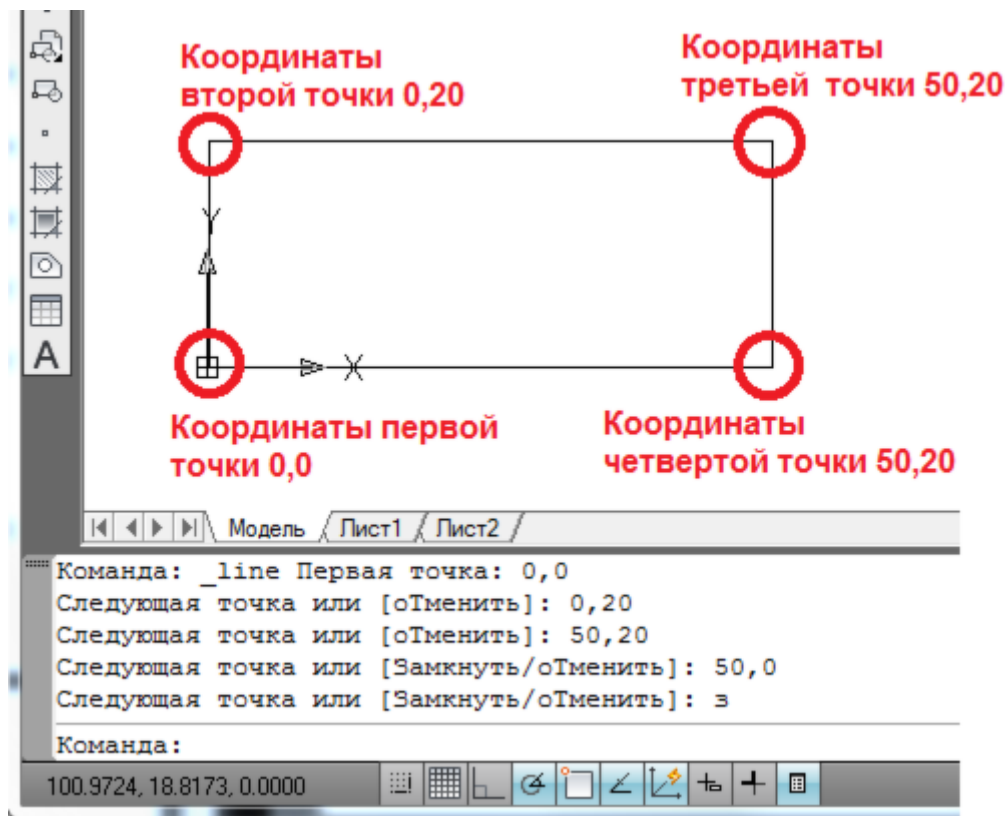

Рисунок 2.1 – Построение прямоугольника с помощью команды «Отрезок»
*Построим прямоугольник с помощью команды «Отрезок» в абсолютных координатах (рис. 2.1).*